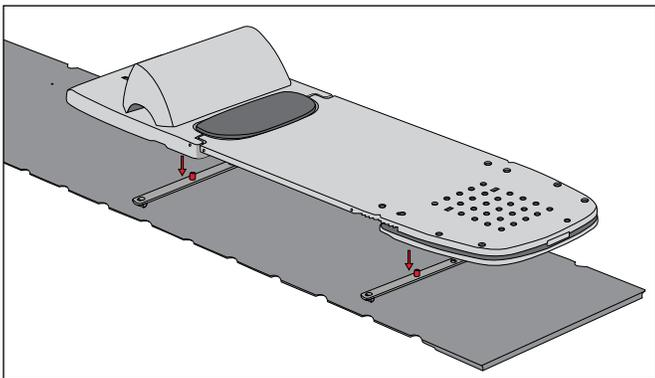

FIGURE 2
2. Placer l'Access Supine au-dessus de la barre de positionnement de manière à aligner les trous de la plaque de base avec les deux broches des barres de positionnement. (Figure 2)